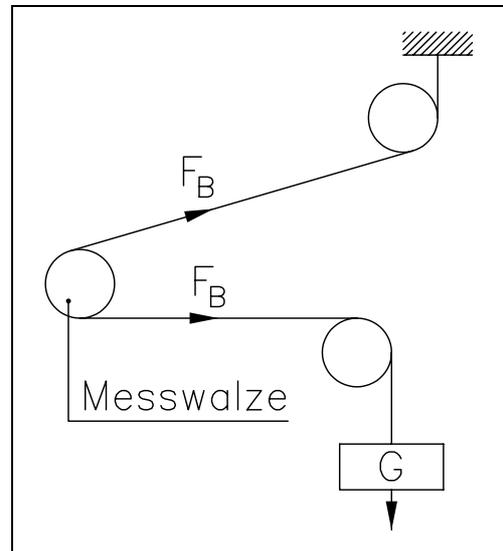

Bild 10: Kalibrierung des Messwertverstärkers C431011d
- Material oder Seil mit einem definierten Gewicht belasten (Bild 10).